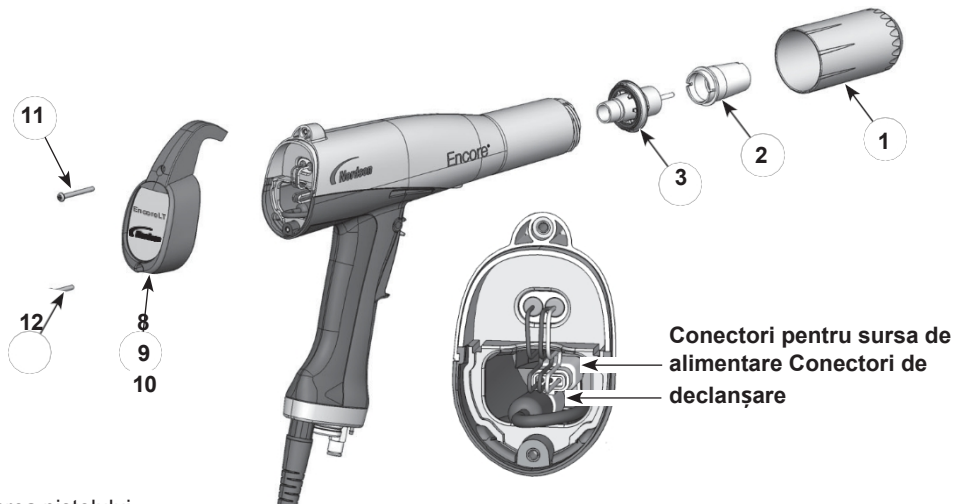
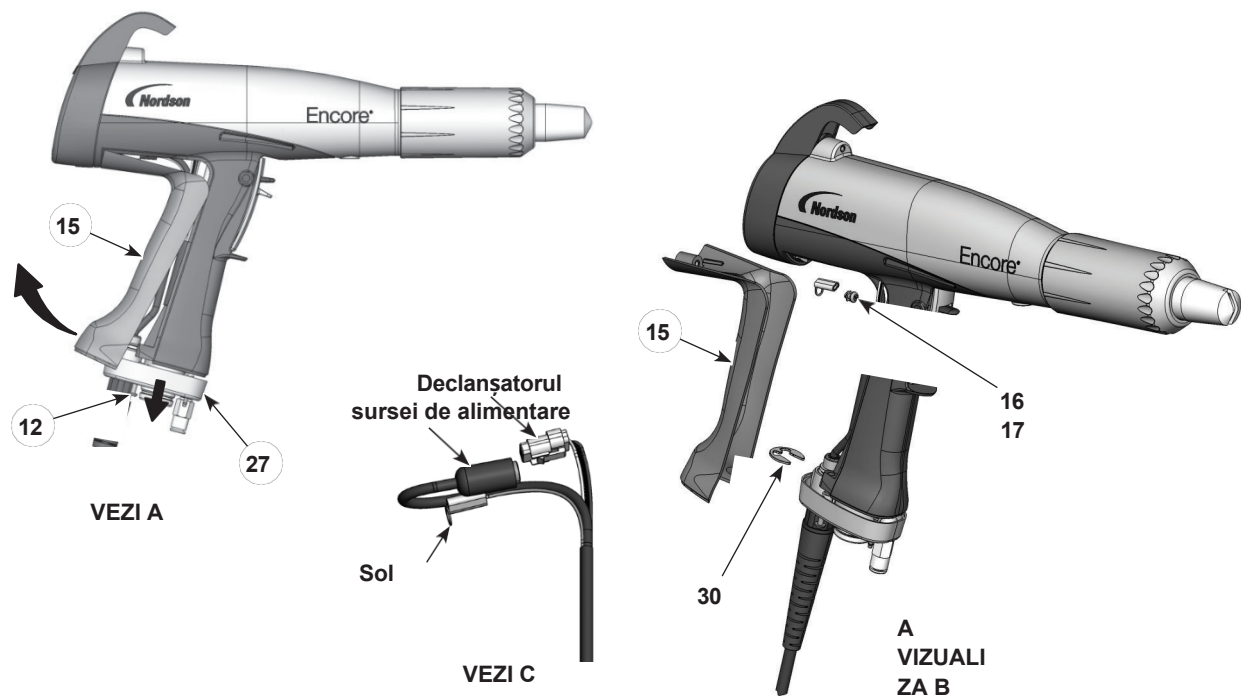

Figura 12 Demontarea pistolului
Figura 16 Înlocuirea cablului
1. A se vedea figura 12. Scoateți piulița duzei (1), duza (2) și ansamblul electrodului (3).
2. Scoateți șuruburile (11, 12) și cârligul (10), capacul (8) și carcasa (9).
4. A se vedea figura 12. Instalați capacul (8), carcasa (9) și cârligul (10) după cum se arată.
5. Instalați ansamblul de electrozi (3) în partea din față a corpului pistolului. Asigurați-vă că firul electrodului nu este îndoit sau rupt.
6. Instalați duza (2) pe ansamblul electrodului, asigurându-vă că cheile din electrod alunecă în fantele de pe duză.
7. Instalați piulița duzei (1) peste duză și rotiți-o în sensul acelor de ceasornic pentru a o fixa.
2. A se vedea figura 12. Scoateți șurubul inferior (12) din carcasă (9).
3. A se vedea figura 16, vederea A. Slăbiți cele două șuruburi M3 x 20 (12) care fixează baza mânerului (27) la mâner.
4. Trageți baza departe de mâner suficient pentru a elibera marginea inferioară a plăcuței de sol (15) de la bază.
6. A se vedea figura 16, vederea B. Îndepărtați șurubul M3 x 6, șaiba de blocare (16, 17) și pământul de la plăcuța de masă.
7. Scoateți inelul E (30) din cablu.
8. A se vedea figura 16, vederea C. Scoateți conectorii cablului din mâner. Deconectați cablul de alimentare de la cablul pistolului introducând o mică cu lamă plată în fanta conectorului cablului de alimentare pentru a elibera piedica.
1. A se vedea figura 16. Introduceți un cablu nou prin baza mânerului (27), apoi instalați inelul E (30) pe cablu pentru a-l menține în poziție.
3. Conectați terminalul cablului la plăcuța de masă (15) cu șurubul M3 x 6 și șaiba de blocare (16, 17).
5. Prindeți partea superioară a plăcuței de masă (15) în corpul pistolului, apoi rotiți-o în poziție pe mânerul.
6. Împingeți baza mânerului (27) împotriva mânerului și a plăcuței de masă și strângeți bine cele două șuruburi M3 x 20 (12) din bază.
7. A se vedea figura 12. Instalați șurubul inferior M3 x 20 (12) în carcasă (9) și strângeți-l în siguranță.
1. A se vedea figura 16. Îndepărtați plăcuța de împământare așa cum este descris în *Pașii 1-5 de îndepărtare a cablului*. Nu trebuie să deconectați cablul de masă de la plăcuța de masă.